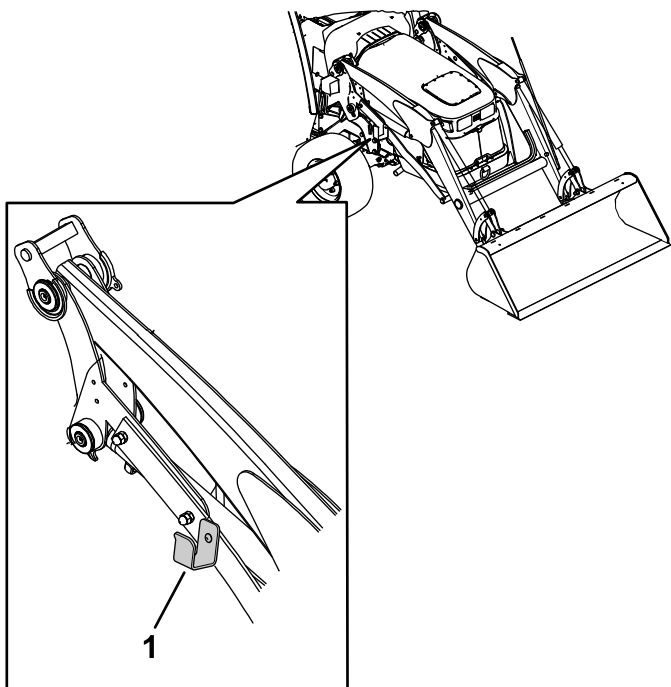

Figure 51
8. Accrochez les flexibles rassemblés sur le support de rangement (Figure 51).